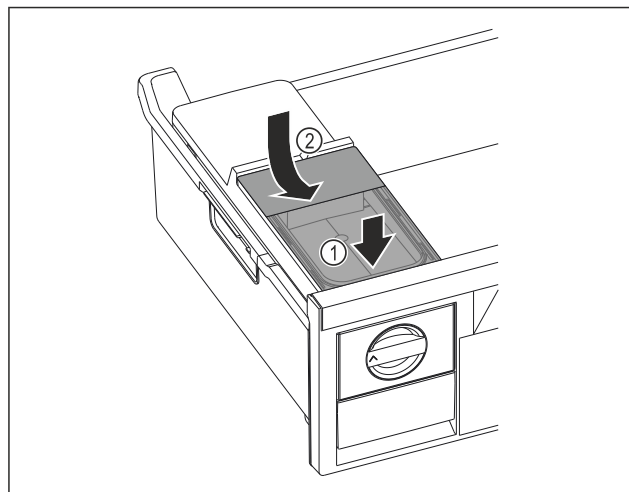

Fig. 97
- Wassertank vorne ansetzen. Fig. 97 (1)
- Wassertank hinten absenken. Fig. 97 (2)